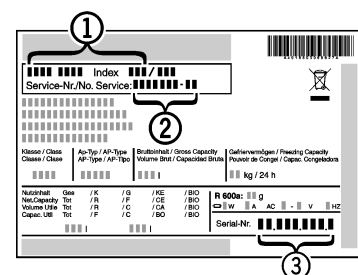

Fig. 5
- ▶ Gerätebezeichnung *Fig. 5 (1)*, Service-Nr. *Fig. 5 (2)* und Serial-Nr. *Fig. 5 (3)* vom Typenschild ablesen. Das Typenschild befindet sich an der linken Geräteinnenseite.
- ▶ Den Kundendienst benachrichtigen und den Fehler, Gerätebezeichnung *Fig. 5 (1)*, Service-Nr. *Fig. 5 (2)* und Serial-Nr. *Fig. 5 (3)* mitteilen.